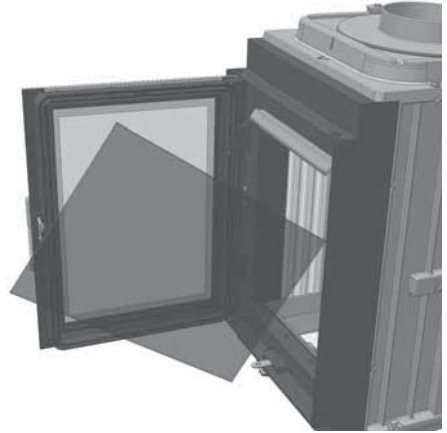

Abb. 2.44 Drehen der inneren Sichtscheibe
- ⑧ die Sichtscheibe drehen (Abb. 2.44) - LEDA-Logo befindet sich anschließend wieder unten,
- ⑨ die Glashalter wieder befestigen - auf korrekte Lage der Dichtungen, der Sichtscheibe und der Dichtstreifen auf den Glashaltern achten.